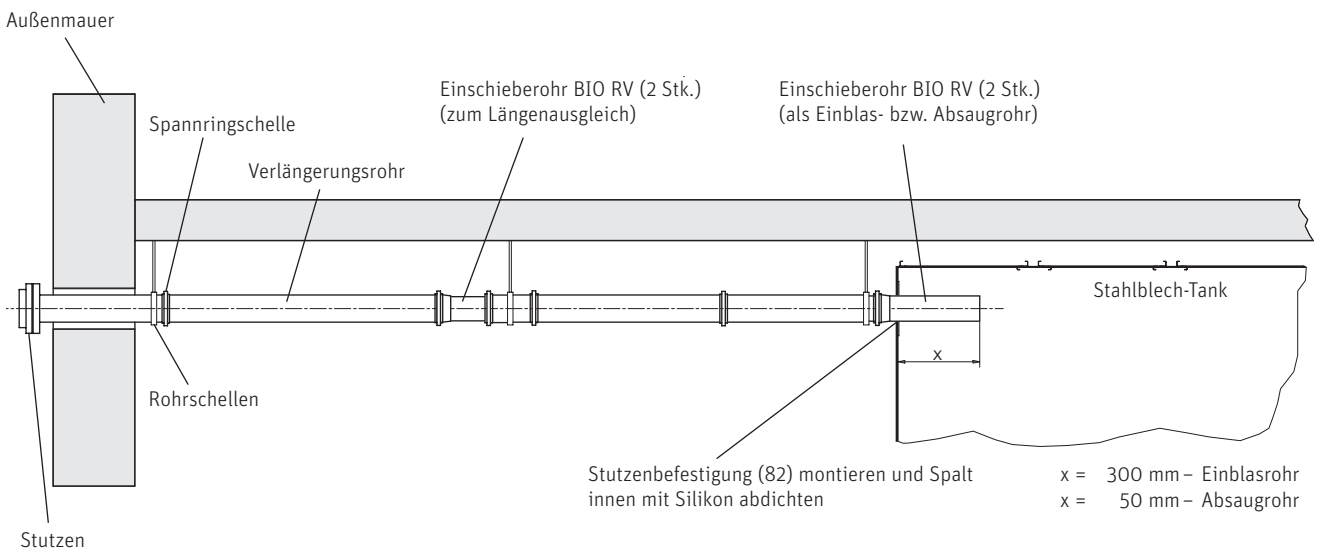
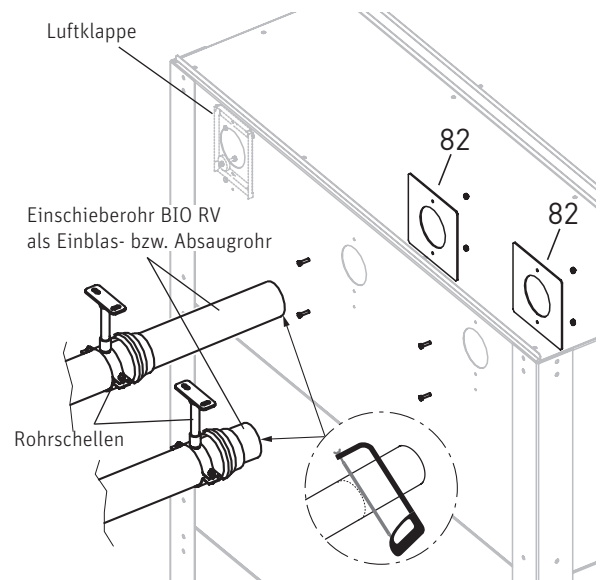

Fig. 19 Stutzen mit Verlängerungsrohre und Stahlblech-Tank – Seitenansicht
Fig. 20 Verlängerungsrohre montieren
Das **Einblasrohr (Einschieberohr BIO RV)** muss **300 mm** und das **Absaugrohr (Einschieberohr BIO RV)** **50 mm** in den Tank hineinragen, gegebenenfalls kürzen – Fig. 20. Die Rohre außen mit Rohrschellen fixieren.
Die 2 Stutzenbefestigungen (82) mit je 2 Stk. M6 x 40 Senkschrauben und Muttern anschrauben und Spalt innen mit Silikon abdichten – Fig. 19, Fig. 20.